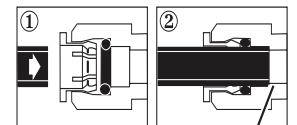

Figura 2
4. Remítase a la sección de abajo “Utilización de los accesorios de presión”, inserte el tubo de suministro de agua al refrigerador en el accesorio de presión que se encuentra en el filtro (ver Figura 2).